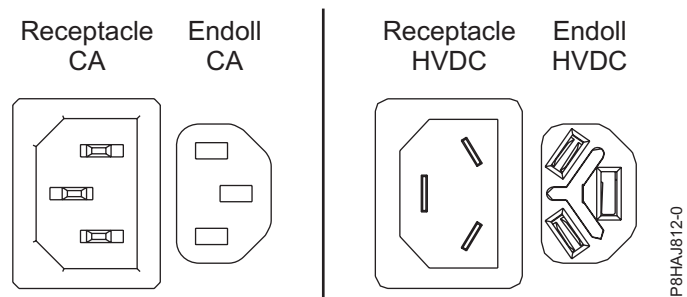
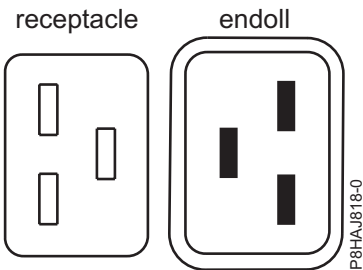
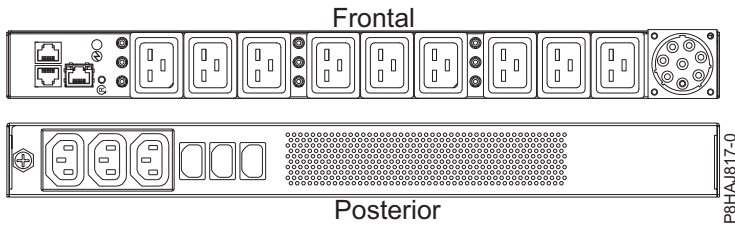

Figura 33. Connectors de CA i d'HVDC
Figura 34. Connectors per al sistema 8408-44E
Figura 35. PDU per al sistema 8408-44E
A la Figura 33 a la pàgina 50 es mostren els connectors admesos de corrent alternativa (CA) i de corrent directa d'alt voltatge (HVDC). A la Figura 34 a la pàgina 50 i a la Figura 35 a la pàgina 50 es